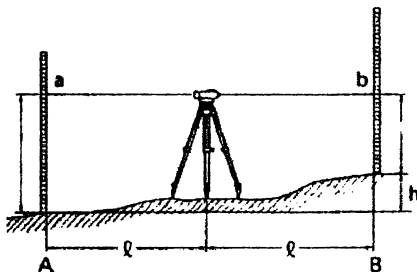

Рис. 6.1
1) Установите прибор приблизительно посередине между точками А и В (рис. 6.1). Дальномерные нити сетки нитей могут быть использованы для визуального контроля расстояний (см. раздел «6.3 Измерение расстояний по дальномерным нитям»).
- 4) Разность отсчетов $a - b$ является превышением точки В относительно точки А (рис. 6.1).